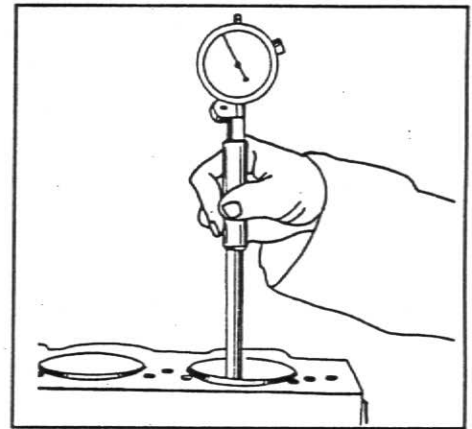

Fig. 8
1. Verifique o diâmetro interno e a ovalização da camisa. Se as dimensões encontradas forem superiores às especificadas, substitua as camisas. Diâmetro máximo permitido para serviço: 100,25 mm ou 3,946 pol, fig.8.